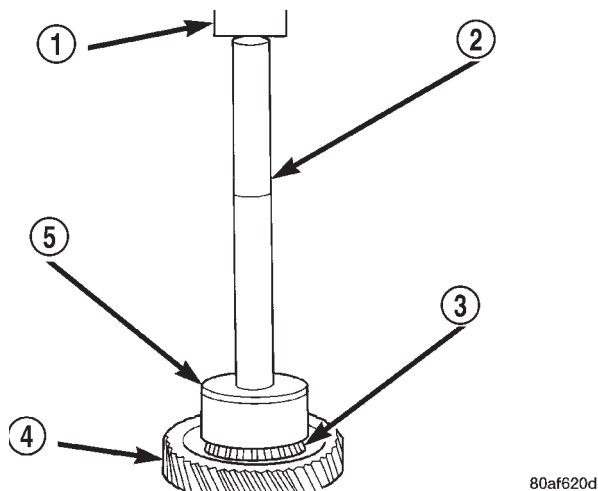

Fig. 111 Instalación del cono del cojinete de transferencia
(30) Instale el cono de cojinete en el engranaje de transferencia con la herramienta 5052 (Fig. 111).